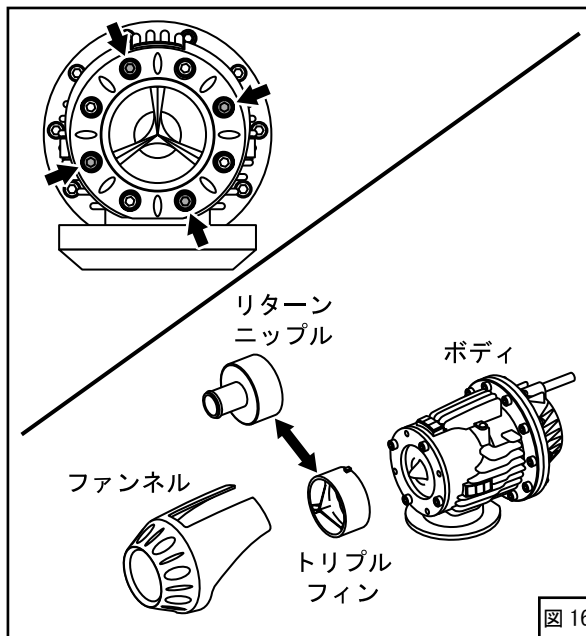

図16
(1) ブローオフアッセンブリのトリプルフィンをリターンニップルに交換してください。(図16)